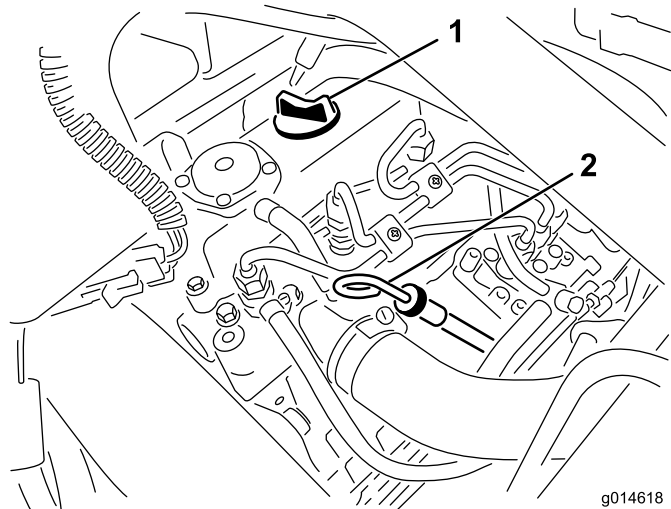

図 25
2. ディップスティックを抜き、ウェスで一度きれいに拭く (図 25)。ディップスティックを、首の根元までもう一度しっかりと差し込む。首から引き抜いて油量を点検する。油量が足りなければ、バルブ・カバーについている補給口のキャップを取り、ディップスティックの FULLマークまで **ゆっくりと** 補給する。補給するときは、ディップスティックで確認しながら少量ずつ入れてください。**入れすぎない**こと。